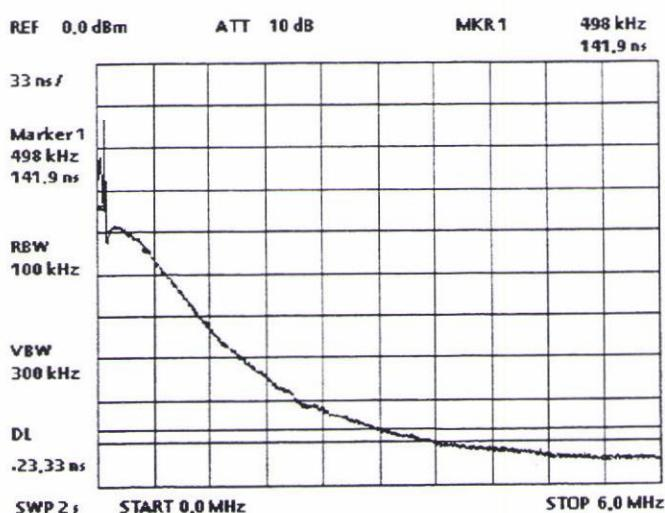

Bild 7-5 Gruppenlaufzeit von Allpaß 1
- Mit R332 die Gruppenlaufzeit so einstellen, daß sich eine Differenz der Laufzeit zwischen 0,5 MHz und 3 MHz von ca. 141 ns ergibt. (siehe Bild 7-5)